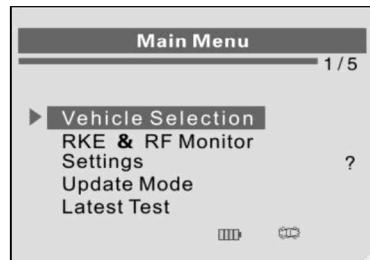

Рисунок 3-1
1) С помощью **кнопок прокрутки вверх/вниз** выберите пункт **Vehicle Selection [Выбор автомобиля]** в **главном меню** (см. рисунок 3-1), а затем нажмите кнопку **Y**, чтобы подтвердить выбор.